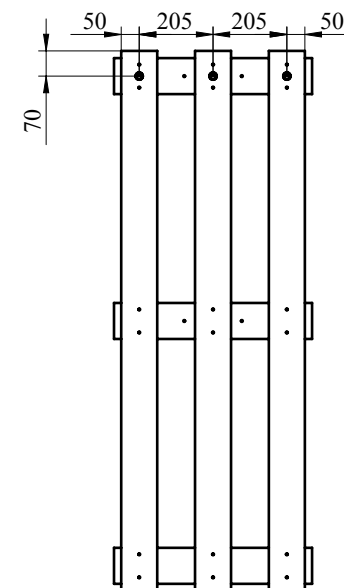

Рис.3
4. С помощью карандаша и рулетки разметьте стену (Рис. 3).